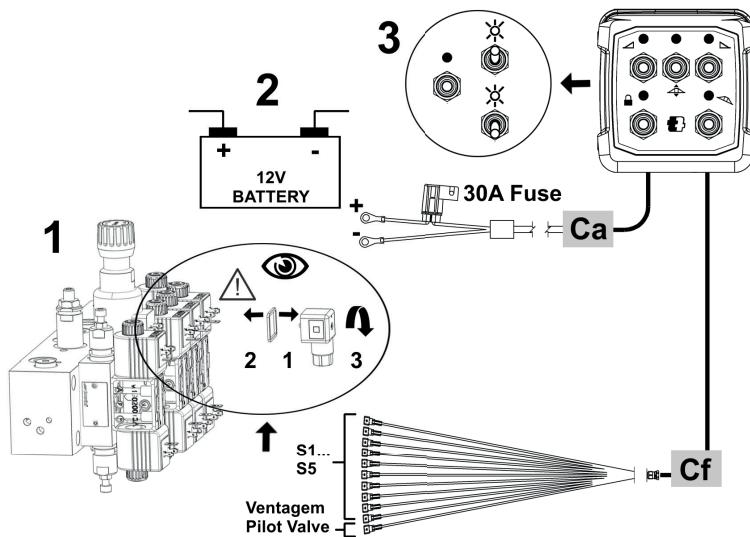

Fig. 2
Conexão as válvulas (Fig. 2)
3. Encaixe os conectores, juntamente com as vedações de borracha, nos respectivos comandos de válvula, conforme ilustrado no exemplo (1, Fig. 2).
Cabo de alimentação – Ca (Fig. 2)
3. Conecte o terminal olhal M8 do fio vermelho (porta fusível 30A) ao terminal Positivo “+” e o fio preto ao terminal Negativo “-” da bateria (2, Fig. 2).
OPERAÇÃO (3, Fig.2 e Tab.1)**Chaves:**
Conexión a las válvulas (Fig. 2)
3. Coloque los conectores, con los sellos de goma, en los controles de válvula respectivos, como se muestra en el ejemplo (I, Fig. 2)
Cable de alimentación – Ca (Fig. 2)
3. Conecte el terminal de ojal M8 del cable rojo (puerto de fusible 30A) al Positivo "+" y el cable negro al Negativo "-" de la batería (**2, Fig. 2**).
OPERACIÓN (3, Fig.2 e Tab.1)